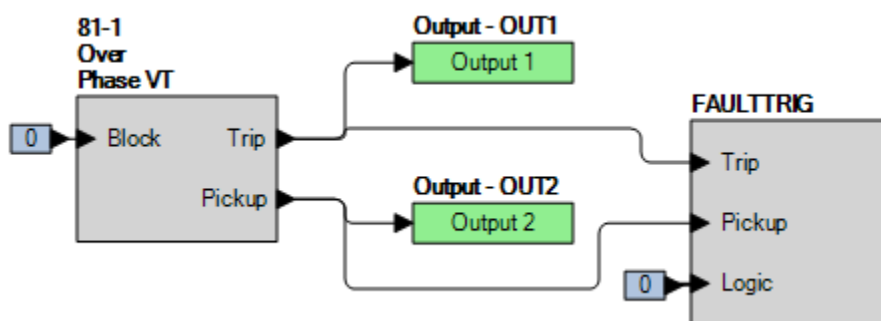

Figura 61-1. Ajustes de BESTlogicPlus (Sobrefrecuencia)
Paso 2: Utilice BESTCOMSPPlus para configurar la Lógica programable de BESTlogicPlus, como se muestra en la Figura 61-1.
Paso 4: Prepárese para monitorear la operación de la función 81-1. El funcionamiento se puede verificar monitoreando OUT2 (consulte la Figura 61-1).